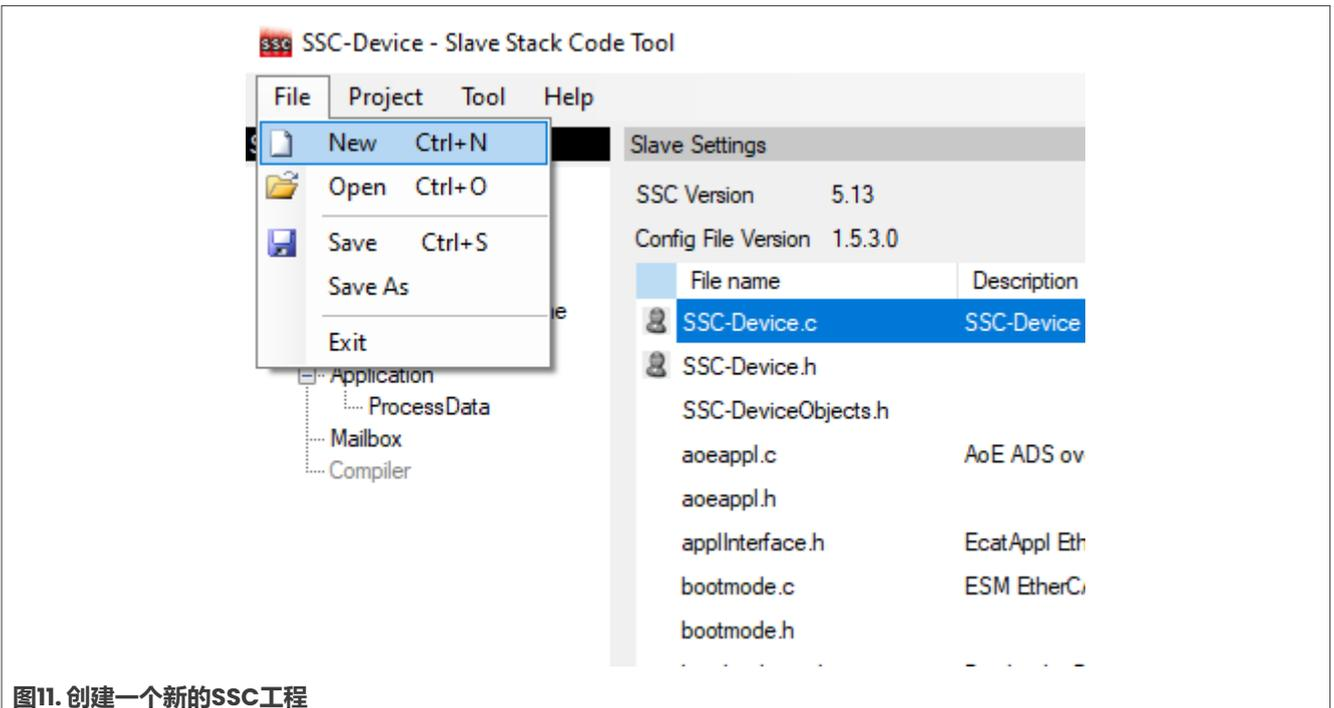

图11. 创建一个新的SSC工程
3. 使用**File > New**创建一个新的SSC工程，如图11所示。